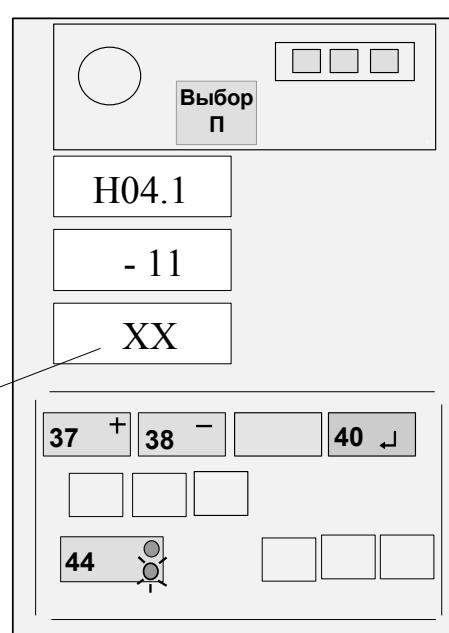

Рисунок 16 - Ввод температурного коэффициента
Если значение коэффициента, указанное на жгуте ПУ, отличается от значения, выдаваемого на средний ИЖЦ, нажатием кнопки 44 установить на верхнем ИЖЦ код "Н06.1", а затем, нажимая кнопки "+" (37) и "-" (38), установить на среднем ИЖЦ значение коэффициента для ПУ (см. рисунок 16 для коэффициента М11), причем знак плюс на индикаторе не отображается, а знак минус отображается символом " - ".